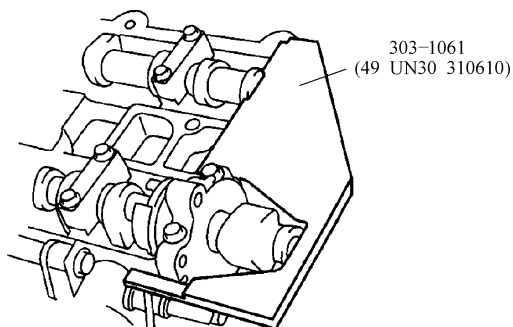

图 25-31 在凸轮轴上安装专用工具
- 1) 如图 25-31 所示，在凸轮轴上安装专用工具，将 1 号凸轮轴位置与上止点对齐。